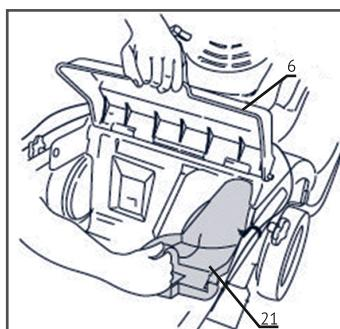

рис. 4
Мульчирующая заглушка повышает эффективность работы при мульчировании. Перед установкой мульчирующей заглушки поднимите заднюю крышку (6) и снимите травосборник. Поднимите заднюю крышку и установите заглушку (21) как показано на рис.4.
Заднюю крышку можно зафиксировать в приподнятом положении при помощи заглушки, как показано на рис.4.